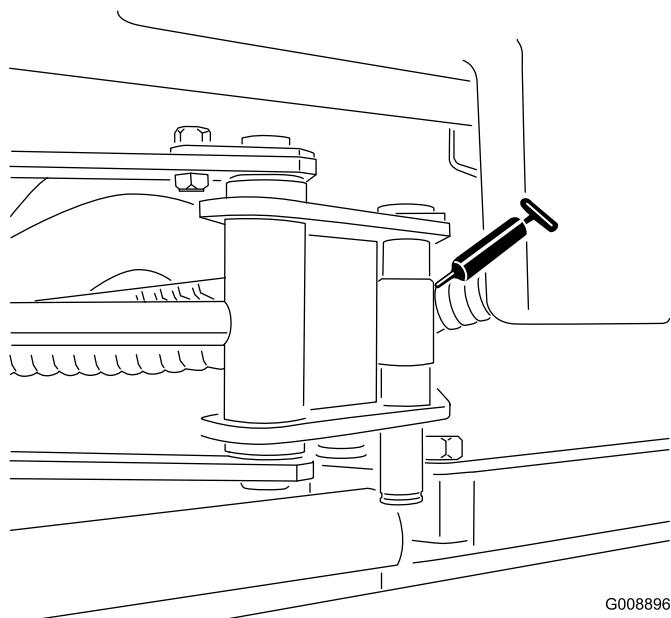

**Figura 32**
- Articulação da unidade de corte dianteira (Figura 32)